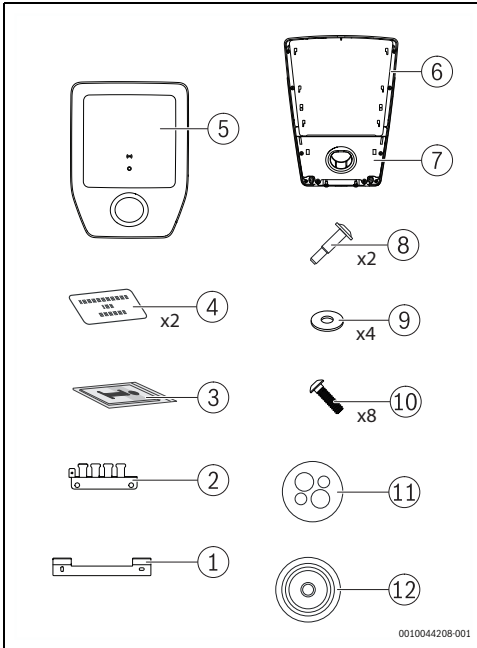

Fig. 145 Volumen del suministro
- ▶ Retirar cuidadosamente la cubierta [5] y la tapa con el soporte de estacionamiento [7] del Power Charge 7000i (→ fig. 145, página 146).